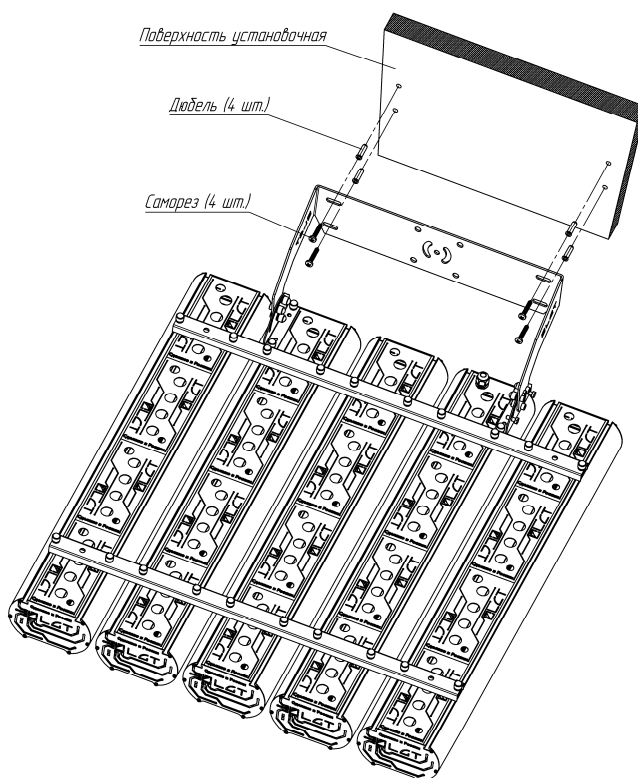

Рис. 7
6.7.7 Закрепить светильник на установочной поверхности, используя четыре самореза M8 длиной не менее 40 мм. Рис. 7.